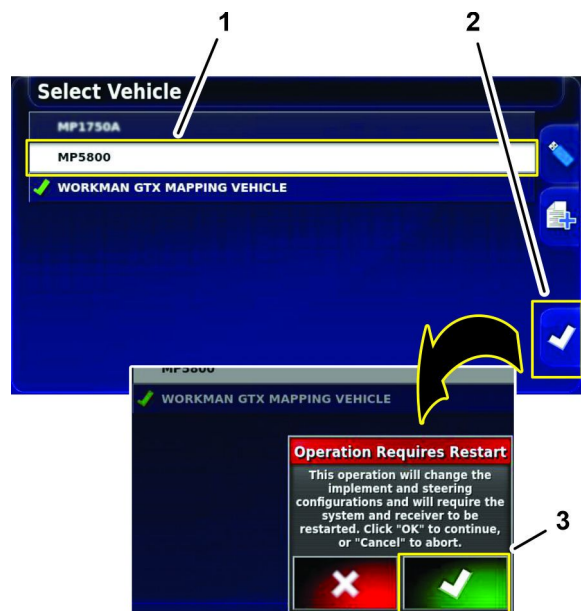

図 203
2. スプレーヤ車両のアイコンを押し、選択アイコンを押す 図 203。
3. ダイアログボックスの再起動が必要な場合は承認アイコンを押す 図 203。